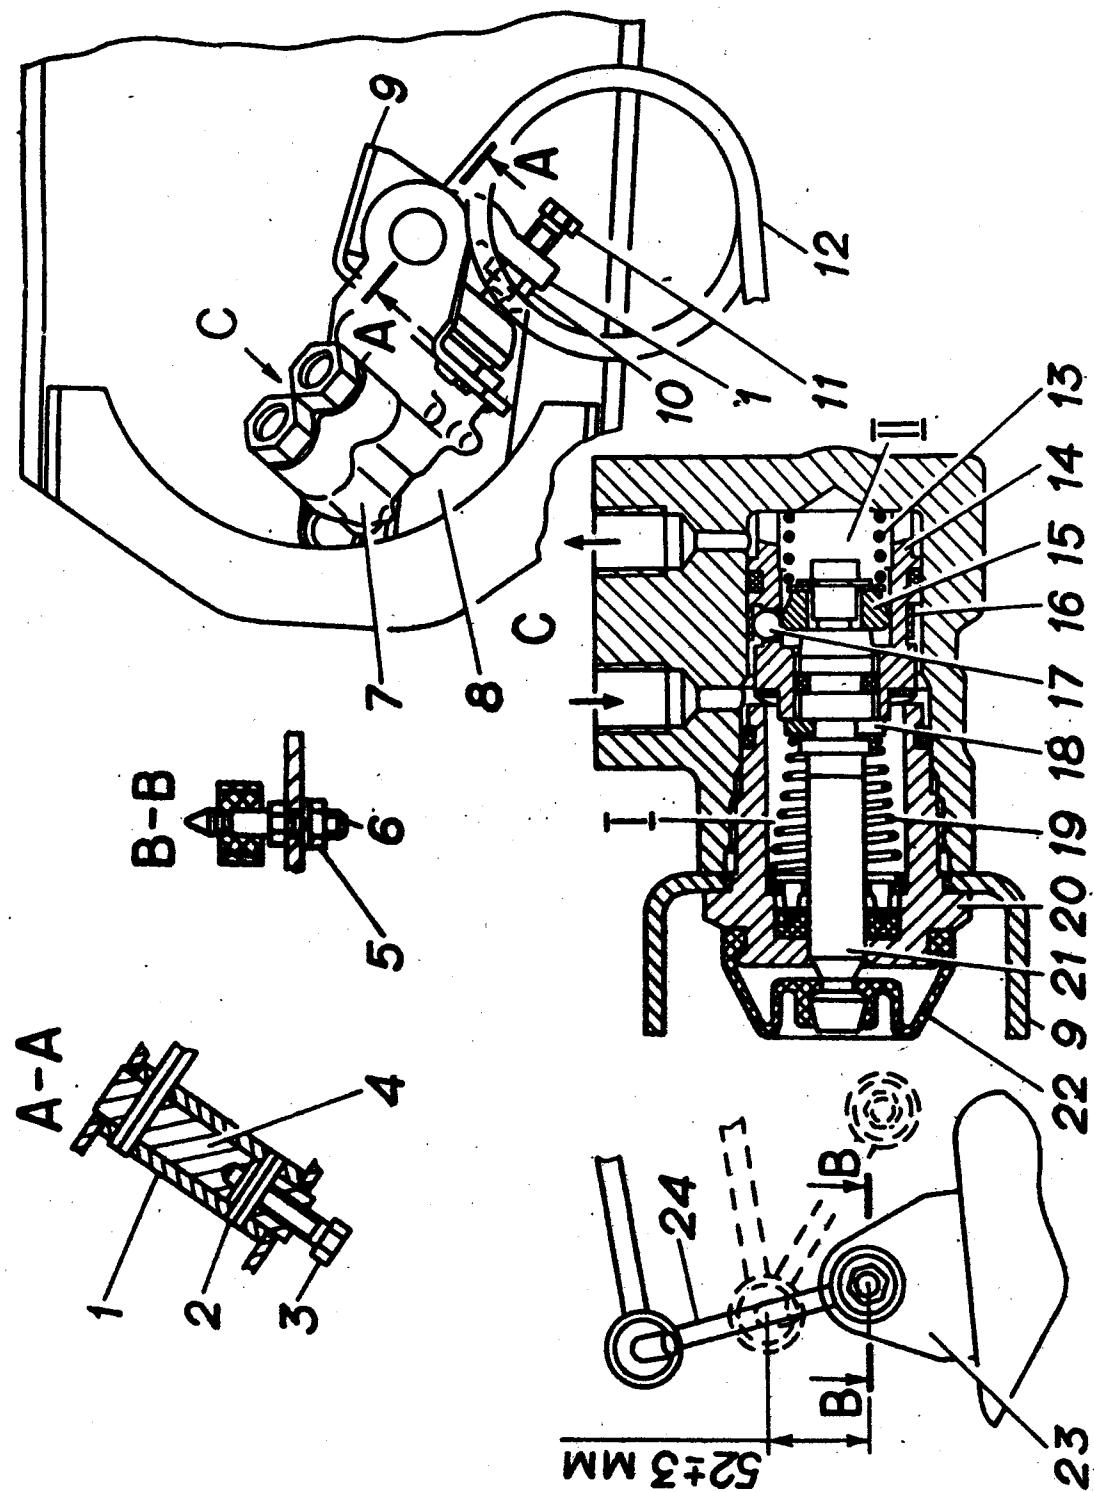

Рис. 86. Регулятор давления:
Регулятор давления тормозов корректирует давление тормозной жидкости в системе задних тормозных механизмов в зависимости от изменения нагрузки на задние колеса. Устройство регулятора давления и его установка показаны на рис. 86.
- отсоединить от кронштейна 23 (рис. 86) на заднем мосту нижний конец стойки 24 регулятора, отвернув для этого гайку оси 5;